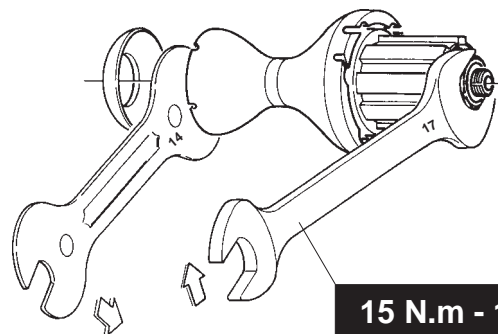

Fig. 62
- Bloccate il dado con una chiave piatta da 17 mm ed una chiave per coni da 14 mm (Fig. 62) inserita sul controcono del lato opposto (rispettate la coppia di serraggio: 15 N.m - 11 lb.ft.).
- Lock the nut with a 17 mm wrench and a 14 mm cone wrench (Fig. 62) on the counter-cone on the opposite side (tightening torque: 15 Nm - 11 lb.ft.).
- Die Mutter mit einem 17 mm Flachschlüssel blockieren, wobei die Gegenmutter der entgegengesetzten Seite mit einem 14 mm Konusschlüssel (Abb. 62) festgehalten wird (sich an die angeführten Drehmomente halten: 15 N.m - 11 lb.ft.).
- Bloquez l'écrou à l'aide d'une clé plate de 17 mm et une clé à cônes de 14 mm (Fig. 62) introduite sur le contre-cône du côté opposé (respectez le couple de serrage indiqué: 15 N.m).
- Bloquear la tuerca con una llave plana de 17 mm y una llave para conos de 14 mm (Fig. 62) metida en el contracono en el lado contrario (respetar el par de torsión: 15 N.m).
- Draai de borgmoer vast met een 17 mm sleutel en een 14 mm consussleutel (fig. 62) op de conus aan de linkerkzijde. (aandraaikoppel: 15 Nm.).